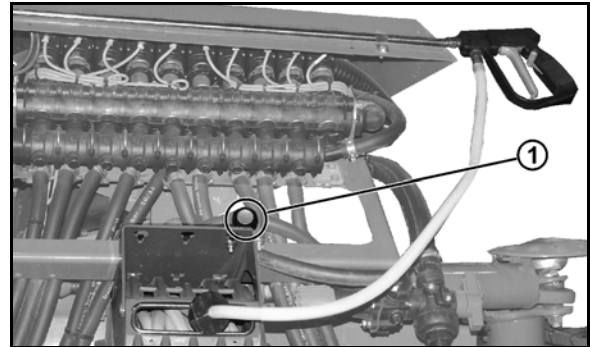

Bild 117
- möjliggör ett ständigt omlopp av vätska i sprutledningen när tryckomloppssystemet är inkopplat. För detta har varje delbredd utrustats med en spolanslutningsslang (Bild 117/1).
- en spolanslutningsslang (Bild 117/1) per delbredd.